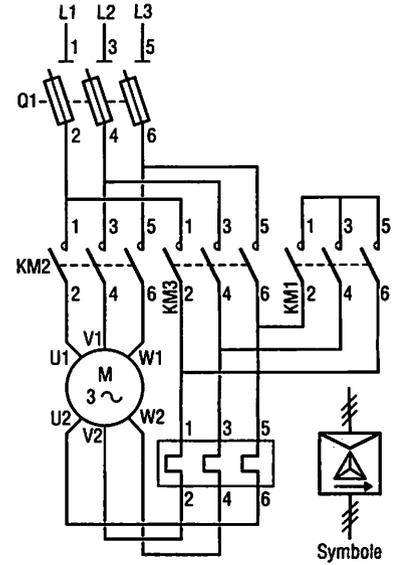

Fig. 10 : Démarrage étoile-triangle et symbole.
a) Circuit de puissance (fig. 10)